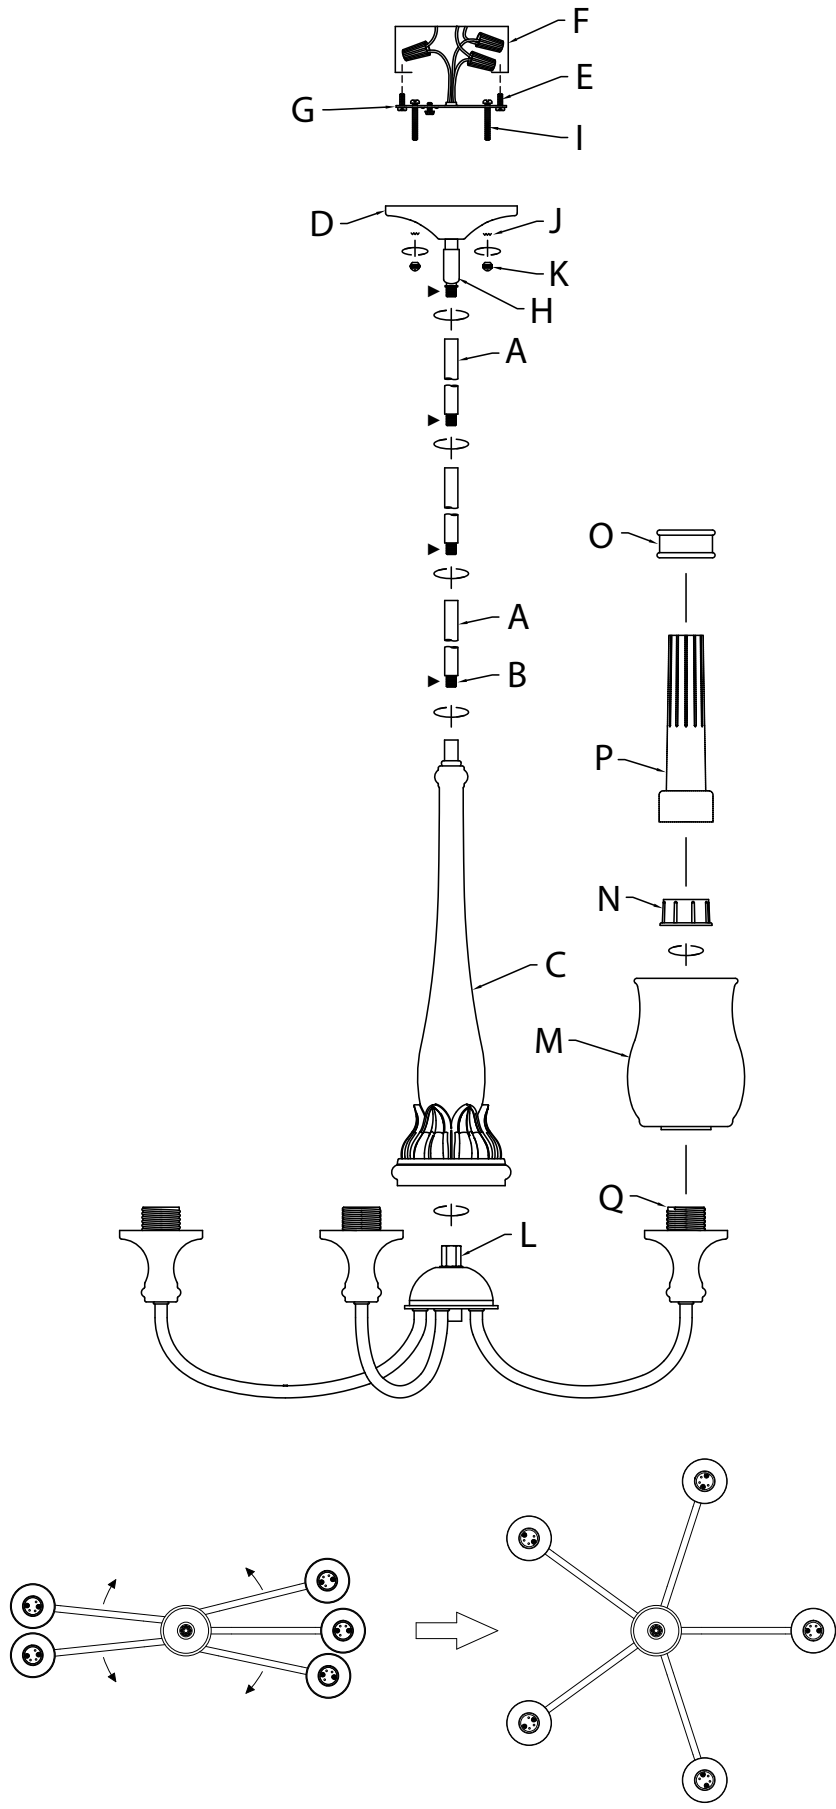

Fig. 1
- Gire los brazos hasta ponerlos en posición como se indica (Fig. 1).